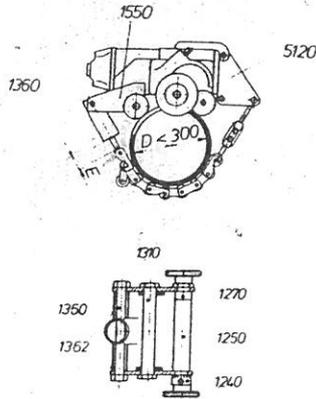

Abb. 4: Ausführung der Rohrsäge bei kleinen Rohren
4. Bei großem Rohr (Durchmesser größer als 300 mm) sind die Laschen (1550) in der hinteren oberen Bohrung der Tragschienen (250, 290) befestigt. Die hintere Transportwelle (1240) ist durch die vordere große Bohrung der Laschen und durch die hintere große Bohrung der Tragschienen (250, 290) gesteckt. Beim Festziehen der hinteren Transportwelle muß die O-Markie der Exzentriskala mit dem Symbol „großes Rohr“ (großer Kreis mit Einstellmarke) in Deckung sein. Die Kettenbefestigung erfolgt nur noch mit Bolzen (1360) und Hülsen (1362). (vgl. Abb. 4 und 6).
Bei kleinem Rohr (Durchmesser kleiner als 300 mm – siehe Abb. 4) müssen die Laschen (1550) nach unten versetzt werden. Hierzu am linken Rad (Blick auf den Motor) Schraube (1300) lösen und Rad (1280) abziehen. Dann Sechskantmutter (1260) lösen und hintere Transportwelle (1240) herausziehen. Nun Sechskantschrauben (1560) lösen und Laschen so an den Tragschienen befestigen, daß die mittlere große Bohrung der Laschen mit der hinteren großen Bohrung der Tragschienen übereinstimmt (vgl. Seite 7 rechte mittlere Abb. der Schnittzeichnung). Jetzt Gewindehülse (1310) (aus dem Werkzeugkasten) durchstecken und mit Mutter (1311) festziehen (siehe Schnitt N-O). Dann Distanzhülse (1250) und Zwischenring (1270) zwischen die beiden Laschen in Höhe der vorderen unteren Bohrung schieben, Führungswelle einstecken, wobei die O-Markie der Exzentriskala mit dem Symbol „kleines Rohr“ (kleiner Kreis mit Einstellmarke) in Deckung sein muß, mit Sechskantmutter (1260) festziehen, linkes Rad aufschieben, und mit Scheibe (1290) und Schraube (1300) sichern.
- Gelegentlich fallen die Justierpunkte für großes und kleines Rohr zusammen. In diesem Fall wird die Justierstrichmarke mit einer 0 gekennzeichnet. Federkasten (5000) mit langem Bolzen (1360) und Hülsen (1362) in der hinteren Bohrung der Laschen befestigen (siehe Abb. 4).
9. Lage der Kette überprüfen und durch Drehen des Spannschlusses (5160) spannen, bis Anschlußstück (1400) ca. 30 mm (Maß E in Abb. 4 und 6) aus dem Federkasten (5000) tritt.